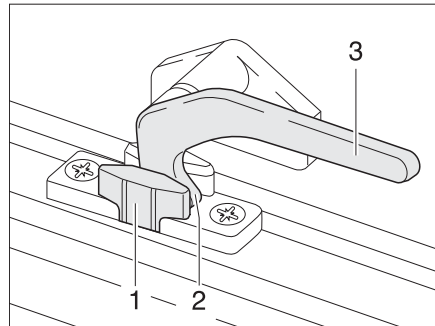

Fig. 40 Leva di serraggio in posizione "Aerazione continua"
- In posizione di "Aerazione continua" (Fig. 40)
- Ruotare la leva di serraggio (Fig. 40,3) di un quarto di giro verso il centro della finestra.
- Girare nuovamente all'indietro la leva di serraggio. Riportare contemporaneamente il nasello di chiusura (Fig. 40,2) nella rientranza della chiusura della finestra (Fig. 40,1).